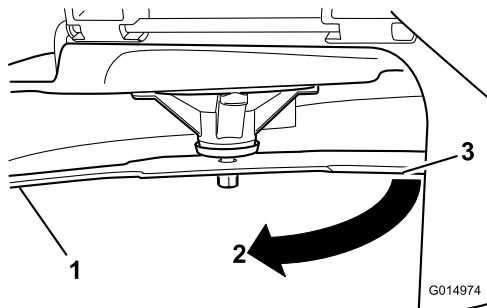

Figura 54
3. Segunda distancia medida entre cuchilla y superficie (B)
4. Gire la misma cuchilla 180 grados de manera que el otro extremo esté en la misma posición (**Figura 54**).